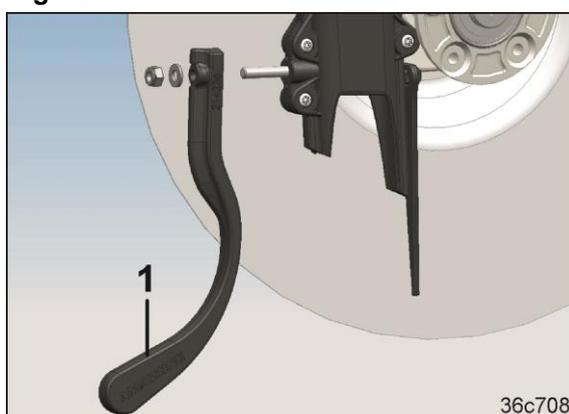

Fig. 495
- 2.2 Den Saatgutfixierer (Fig. 495/1) ersetzen.